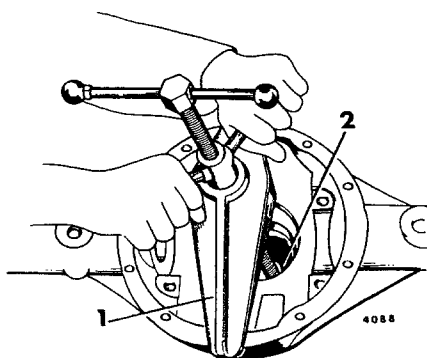

Fig 11-18. Montering av yttre lagrets yttre lagerbana
1. Montera yttre pinjonglagrets yttre lagerbana, se fig 11-18.